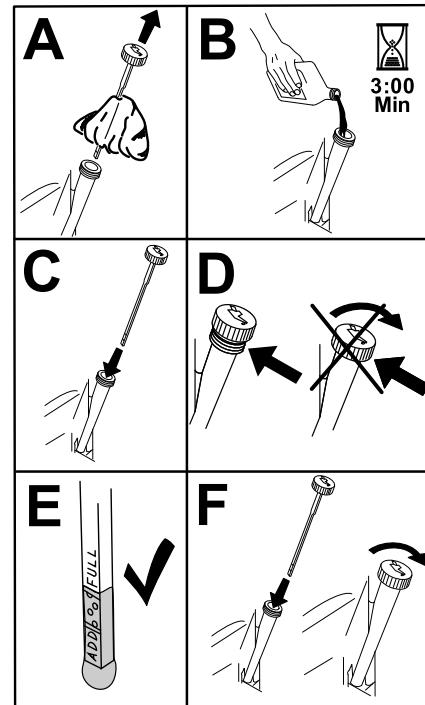

Bild 32
6. Gießen Sie langsam ungefähr 80 % der angegebenen Ölsorte in den Einfüllstutzen und füllen Sie dann vorsichtig mehr Öl ein, um den Ölstand an die **Voll**-Markierung zu bringen (Bild 32).